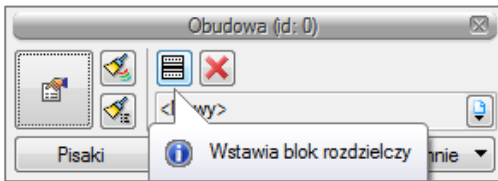

Rys. 18. Widok po wstawieniu zestawienia materiałów.
- Na zakładce Rozdzielnice kliknij przycisk Zestawienie materiałów i wstaw je obok schematu, Rys. 18.